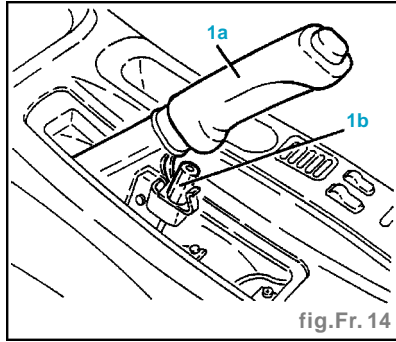

fig.Fr. 14
- Resserrer l'écrou de réglage (1b) sur le levier de frein à main (1a) jusqu'à ce que les roues arrière soient freinées (fig. Fr. 14).